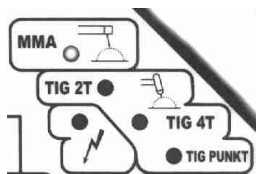

*Rysunek 1*
Spawarka ENEL150TH jest inwertorowym źródłem prądu stałego pracującym w zakresie częstotliwości powyżej częstotliwości akustycznej. Jest źródłem o dobrej dynamice, wygładzonym i stabilnym łuku, lekkim, o niewielkich gabarytach, odpornym na duże wahania napięcia sieci zasilającej. Elementy połączeniowe, regulacyjne i sygnalizacyjne rozmieszczone są na płycie czołowej. Na płycie tylnej znajdują się : wyłącznik zasilania, przewód zasilający, wentylator, tabliczka znamionowa oraz króciec zaworu gazu, służący do doprowadzenia gazu osłonowego z butli. Elementy regulacyjne i sygnalizacyjne spawarki przedstawia rys. 1.
Do dyspozycji są cztery rodzaje pracy wybierane przyciskiem (3) (rys. 1):
Włącznik spawarki (koloru zielonego) znajduje się na płycie tylnej - podświetlenie klawisza sygnalizuje, że przewód zasilający podłączony jest do trójfazowej sieci zasilającej. Włączenie spawarki powoduje zapalenie lampki (5) (rys. 1) świecącej w kolorze zielonym, wyświetlacza cyfrowego oraz czerwonej lampki wskazującej ostatnio wybrany rodzaj pracy.
Spawarka posiada zabezpieczenie termiczne chroniące przed nadmiernym nagraniem niektórych podzespołów. Zadziałanie zabezpieczenia sygnalizuje lampka (6) (rys. 1) świecąca w kolorze żółtym.